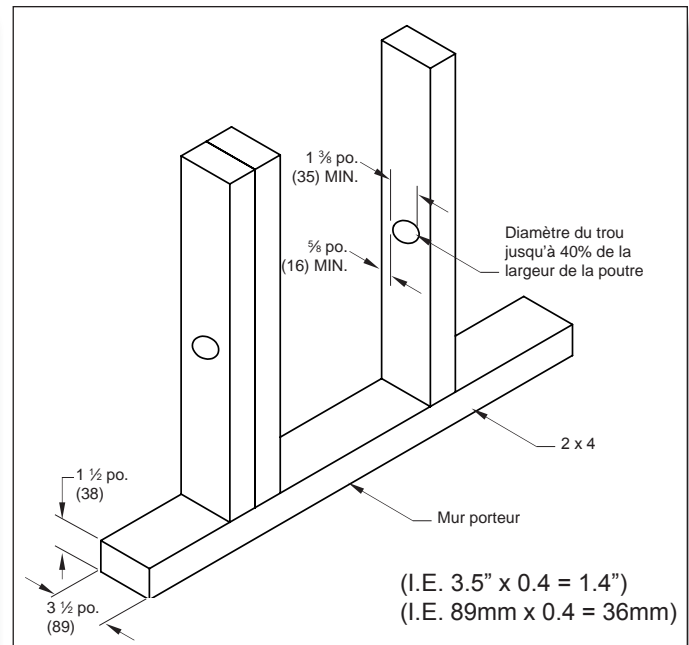

FIG. 4-9 TROUS FORÉS DANS DES MURS PORTEURS
- Lorsque les trous doivent être aménagés dans une poutre portante de la structure d'un mur, le diamètre de ces trous ne peut excéder 40 pourcent de la largeur de la poutre. Des orifices atteignant 60 pourcent de la largeur de la poutre sont permis si la poutre est doublée. **On ne peut aligner plus de deux poutres doubles consécutives** (Voir **FIG. 4-9 Page 24**).